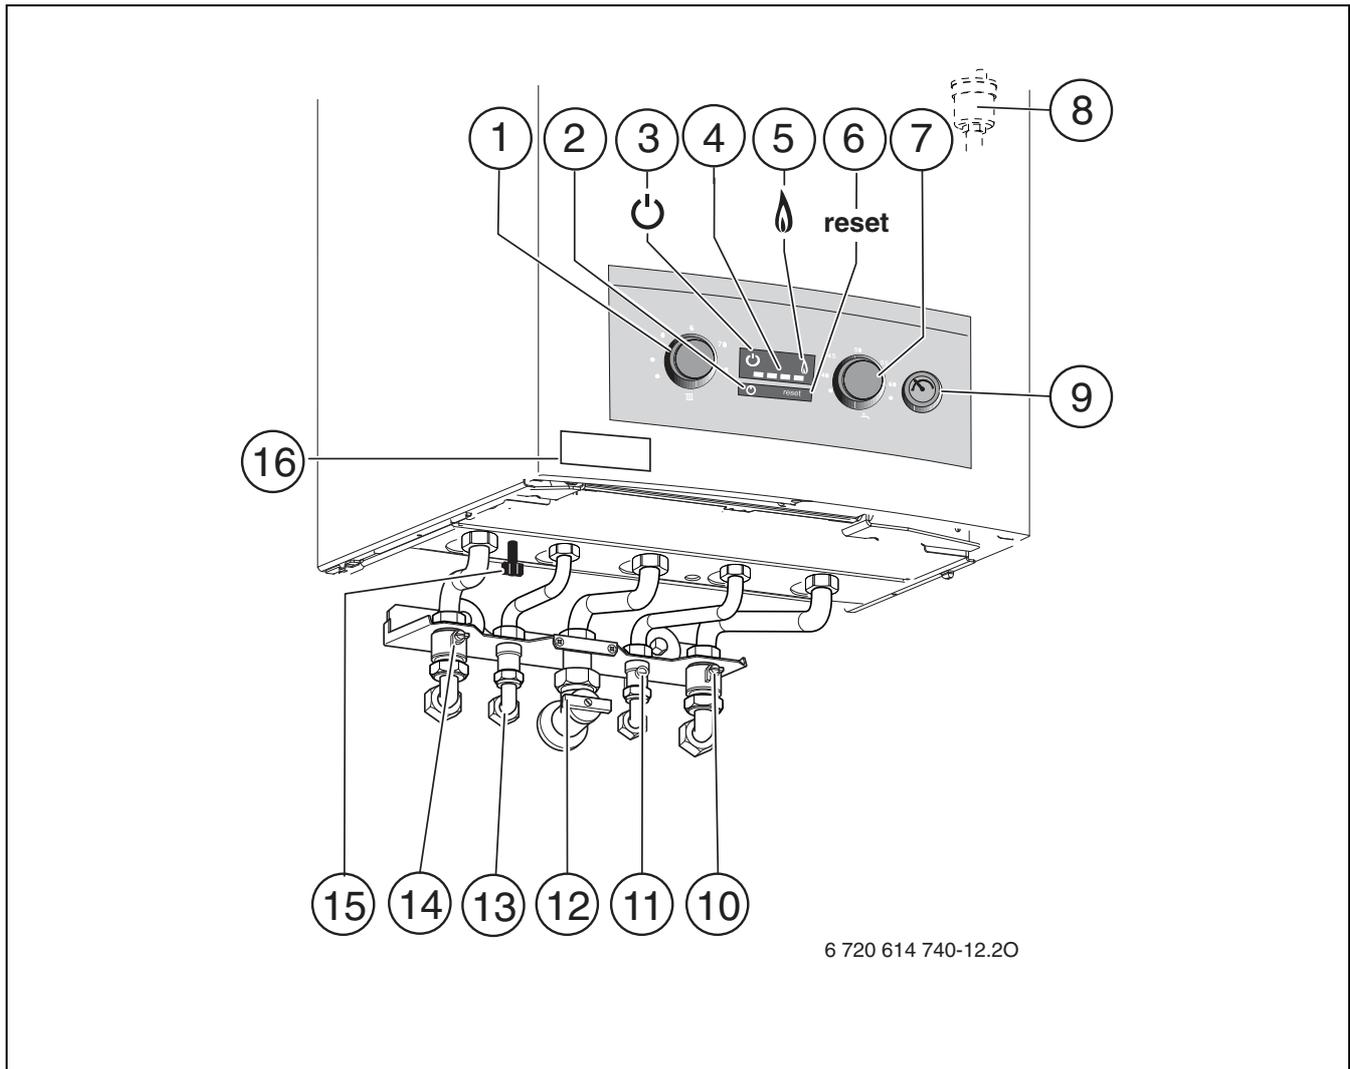

Рис. 16
- Открыть кран холодной воды (→ рис. 16, [11]).